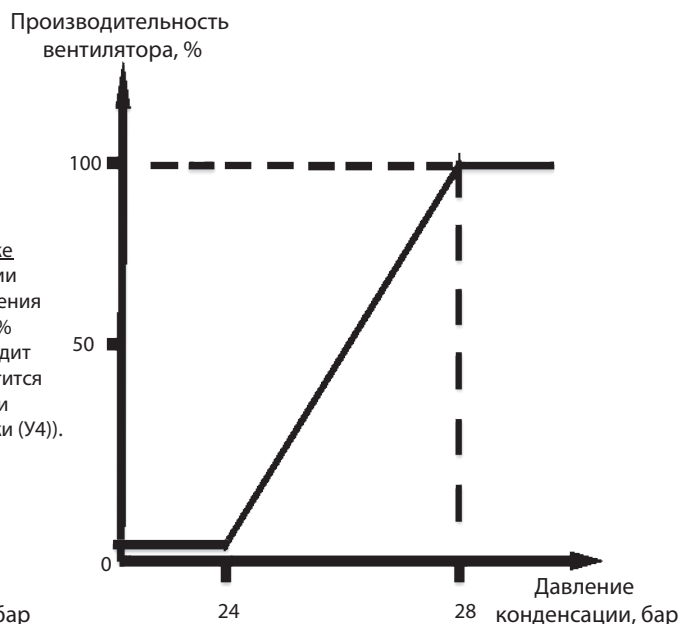

Рисунок 10.3. График плавного управления вентилятором (опция PR)
10.2. Для плавного регулирования необходимо использовать опцию PR, характеристика которого представлена на рис. 10.3.